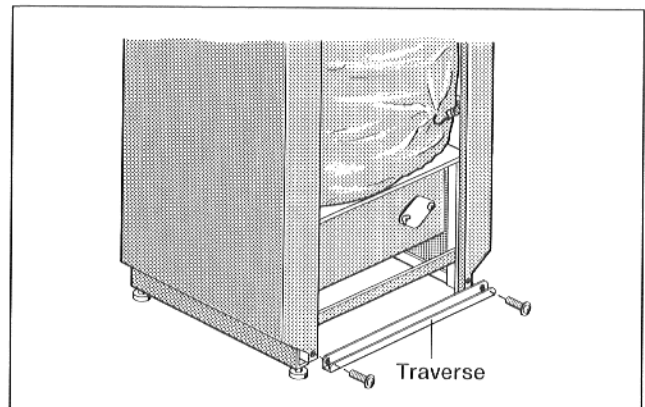

Abb. 10
- Traverse unten links und rechts mit Blechschraube an der Seitenwandabkantung anschrauben (Abb. 10).